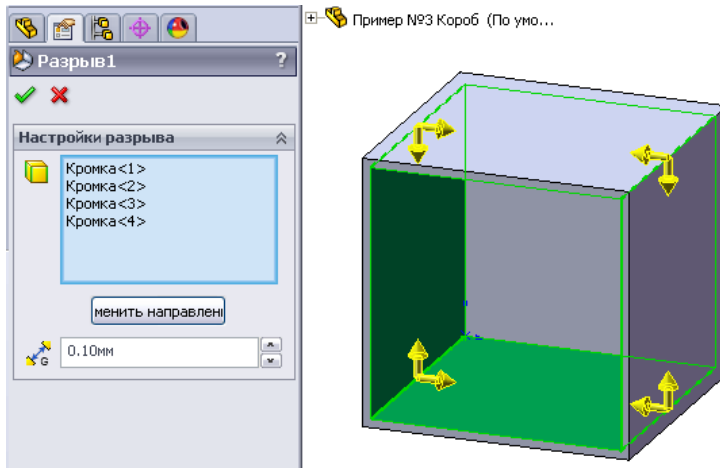

Рисунок 9.48 - Створюємо розрізи за допомогою команди «Разрыв»
9. Створимо розрізи за допомогою команди - «**Разрыв**» на панелі інструментів «**Листовой металл**» (рис. 9.48). У розділі «**Настройки разрыва**» необхідно указати ті краї, уздовж яких будуть зроблені розрізи, а в рядку «**Зазор**» - величину створюваного зазору в місці розриву крайки (рис. 9.48). При виборі крайок, на яких передбачається створити розрізи, рекомендується позначати їх зсередини деталі.